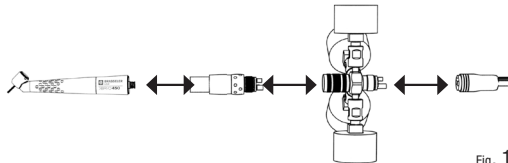

Fig. 1
1. Inserte el manómetro multímetro de prueba entre la pieza de mano / acoplador y la tubería del sistema de entrega. (Fig. 1)